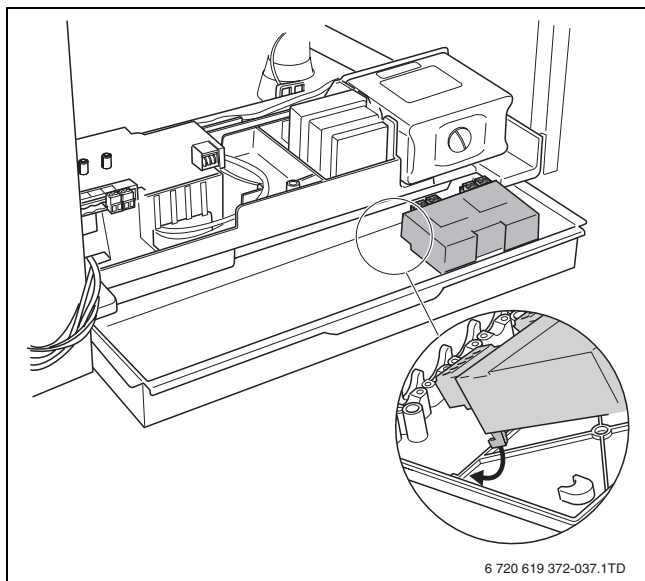

Fig. 46 Fissare il modulo di funzione nel supporto a muro
- Fissare il/i modulo/i di funzione nel supporto a muro (→ fig. 46).